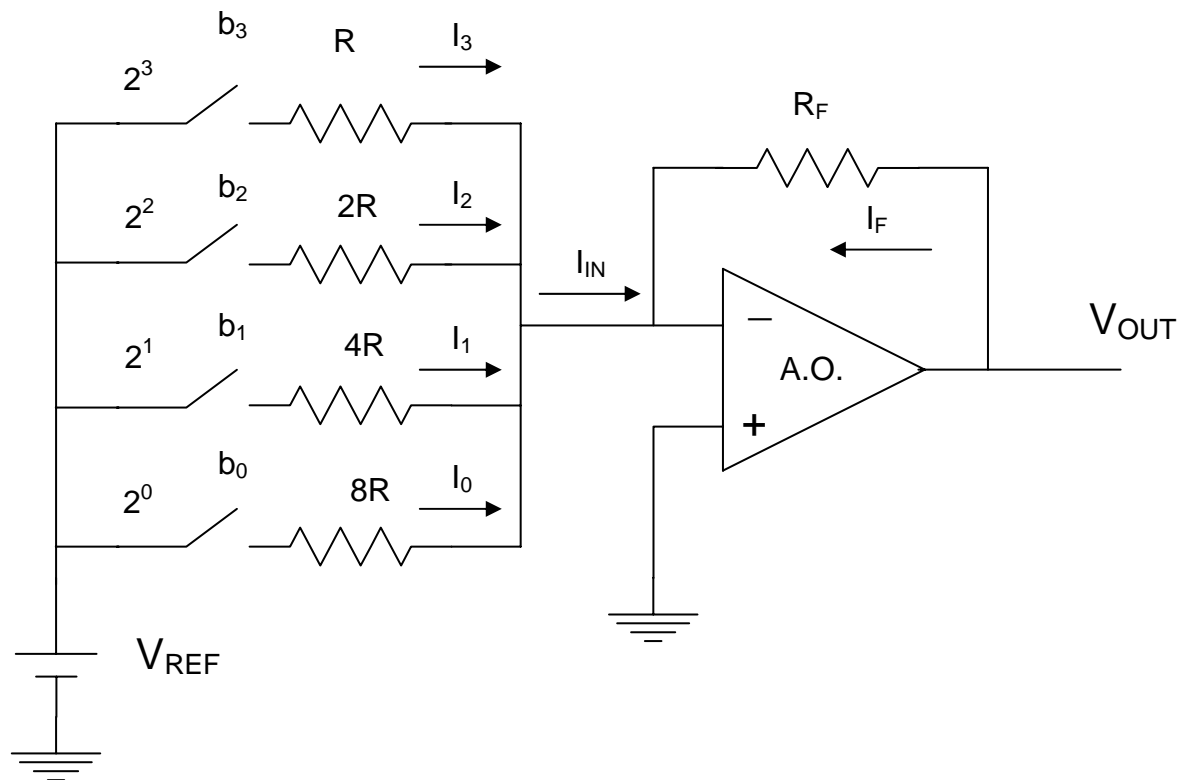

Figura 7.2.1. Convertidor con ponderación binaria.
- **Escala completa de salida (Full-Scale Output (FSO)).** Se define como el máximo valor analógico de salida posible, es decir, cuando se aplica a la entrada el máximo valor binario. Así, en el ejemplo de la figura 7.2.1., la FSO es 5 v. puesto que cuando se aplica el máximo valor binario de entrada $(b_3, b_2, b_1, b_0) = (1, 1, 1, 1)$ el valor de salida es 5 v.
- **Resolución (Resolution):** Se define como la diferencia en voltios que se produce a la salida del convertidor para un cambio sucesivo de su valor binario. Así, en el ejemplo de la figura 7.2.1., la resolución es $1/3 \text{ v.} = 0,33 \text{ v.}$ También, es típico expresarlo como el recíproco del número de escalones discretos de la salida (expresado en porcentaje). Para un DAC el número total de escalones discretos es $2^n - 1$, donde n es el número de bits. Así, para un DAC de 8 bits, la resolución es: